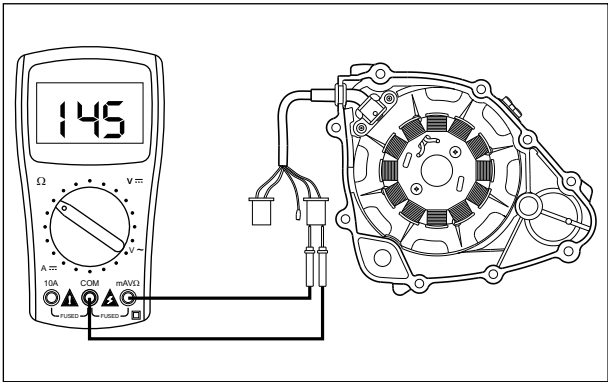

Fig. 5.12
• Coloque o multímetro na faixa de 2K Ω. • Desconecte o conector da bobina de pulso da unidade da ECU. • Conecte o fio positivo “+” do multímetro ao fio marrom (Br) e o fio negativo “-” ao fio branco (W) da bobina de pulso. (Fig. 5.12) • Meça a resistência. Se a resistência não estiver dentro do limite especificado, substitua a bobina de pulso por uma nova.